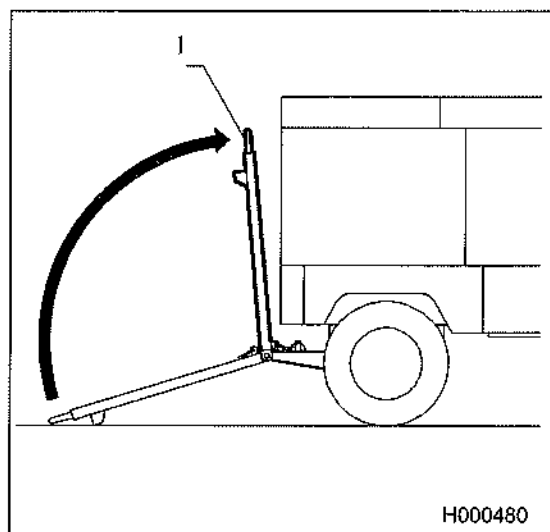

Рис. 1
- ① Откиньте сцепное устройство «1» к передней стороне станции так, чтобы колеса были направлены прямо.
- ② При находящемся в позиции «Заперто» стопоре «4» поднимите сцепное устройство «1» до такого положения, чтобы крюк «3» зацепился за держатель «2». (См. Рис. 1). Если стопор «4» находится в позиции «Открыто», то крюк «3» не зацепится за держатель «2», и закрепить сцепное устройство «1» не удастся. (См. Рис. 2).
- ③ Удостоверьтесь, что крюк «3» надежно зацеплен за держатель «2».
- ④ Удостоверьтесь, что стопор «4» находится в Позиции «Заперто». (См. Рис. 1)